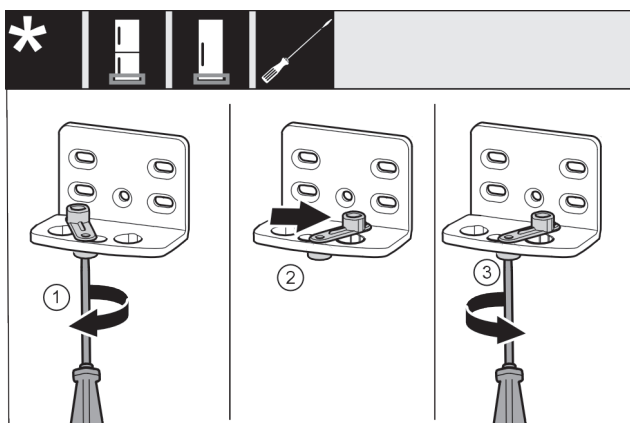

Fig. 12
- ▶ Отпустите винт Fig. 12 (1) отверткой.
- ▶ Приподнимите фиксатор двери Fig. 12 (2) и, повернув на 90° вправо, вставьте в отверстие.
- ▶ Затяните винт Fig. 12 (3) отверткой.